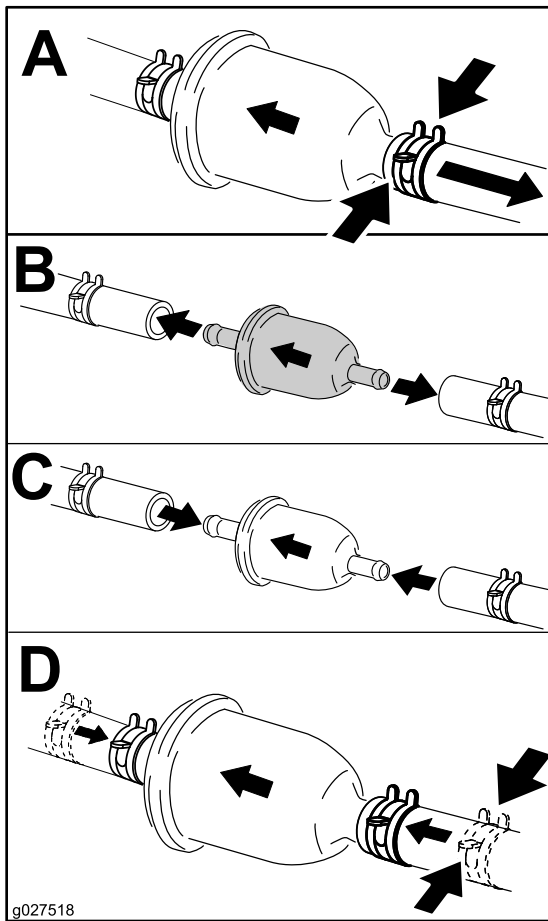

Bild 60
4. Wechseln Sie den Kraftstofffilter aus, wie in Bild 60 abgebildet.